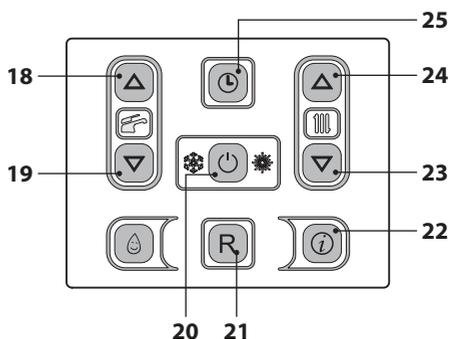
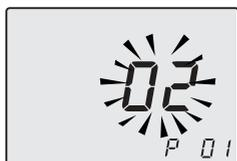

Figura 9.22
Figura 9.23
- Entre en la "modalidad de programación" pulsando simultáneamente durante 10 segundos los botones 20 - 23 - 24 (Figura 9.22) hasta que aparezcan en el display LCD las letras **P01** y el valor del parámetro, indicando que se ha entrado en el "parámetro 01" (Figura 9.23).
- Pulse simultáneamente los botones 23 y 24 (Figura 9.22) hasta que aparezcan en el display LCD las letras **LP** alternadas con el valor de temperatura del agua de calefacción (ej. **45**), indicando que se ha entrado en la activación de la "función deshollinador" a la potencia mínima (Figura 9.24).
- Pulsando el botón 24 (Figura 9.22) se puede modificar la potencia en modalidad deshollinador: el display LCD muestra las letras **hP** alternadas con el valor de temperatura del agua de calefacción (ej. **32**); estamos en la "función deshollinador" a la potencia mínima en calefacción (Figura 9.25).
- Volviendo a pulsar simultáneamente durante 10 segundos los botones 20 - 23 - 24 (Figura 9.22) se sale de la "modalidad deshollinador" y se vuelve al estado anterior de la caldera (Figura 9.28).